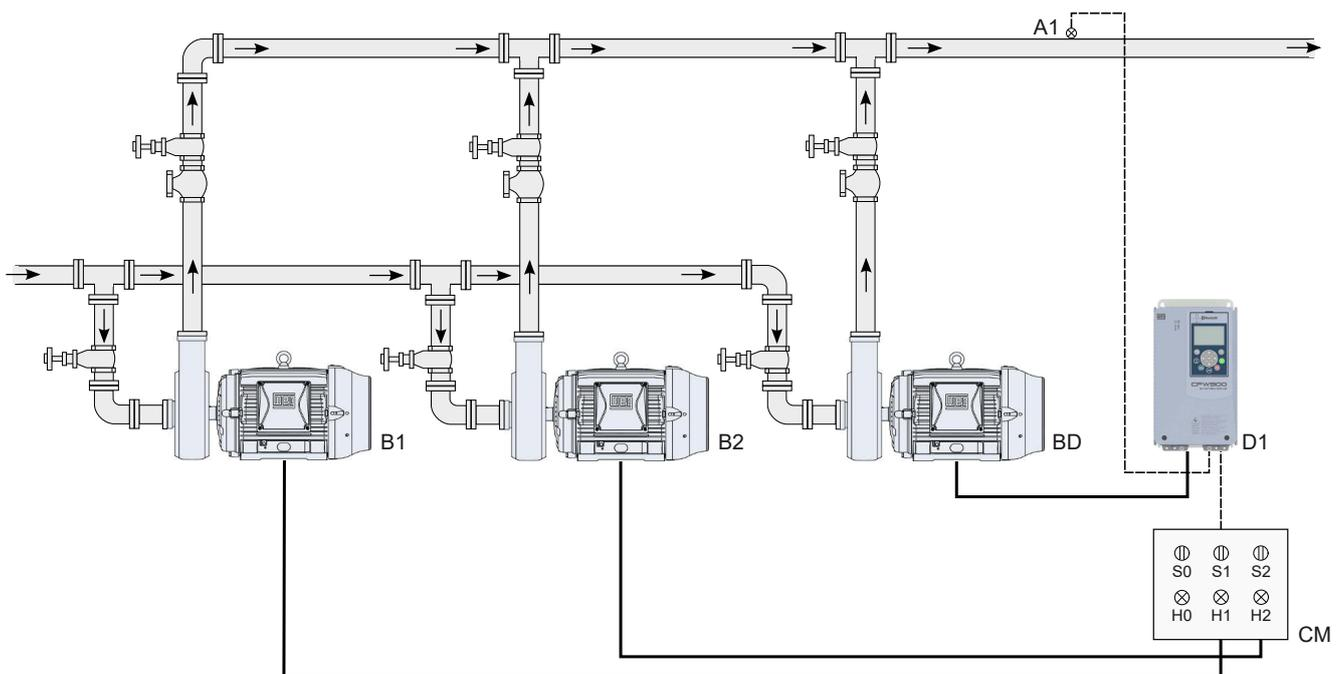
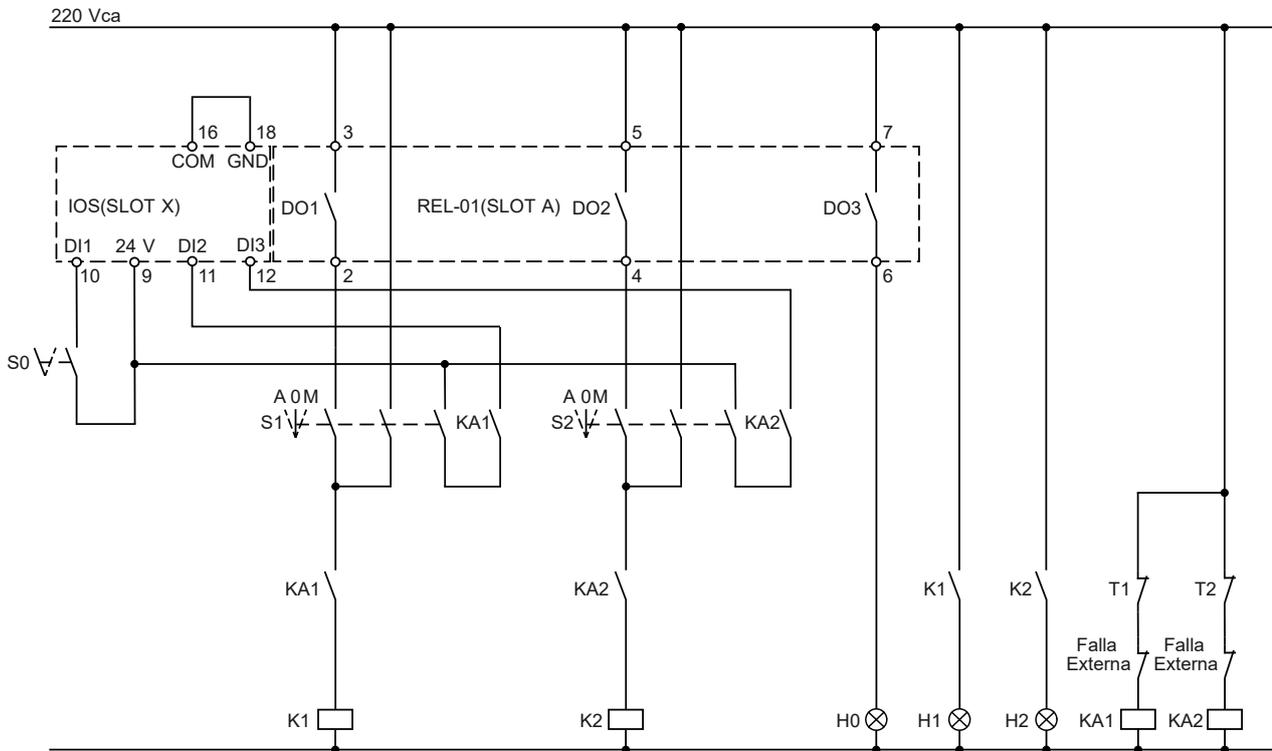

Figura 3.11: Aplicación Pump Genius Multipump con control fijo y setpoint (consigna) del control vía HMI
Figura 3.14: Diagrama funcional para la aplicación Pump Genius Multipump con control fijo y tres bombas en paralelo
La Figura 3.11 en la página 3-12 muestra un accionamiento típico con tres bombas en paralelo y setpoint (consigna) del control vía HMI, siendo básicamente compuesto por:
Las bombas 1 y 2 pueden ser accionadas por contactores (arranque directo o estrella triángulo), arrancadores suaves (softstarter), relés inteligentes, etc. Las señalizaciones H0, H1 y H2 no son necesarias para el funcionamiento del Pump Genius Multipump con control fijo, que se utilizan para indicar la condición de funcionamiento de las bombas en el cuadro de mando (CM). En la Figura 3.11 en la página 3-12, las señalizaciones H1 y H2 vienen de contactos auxiliares de los contactores K1 y K2 que accionan las bombas 1 y 2 como se muestra en la Figura 3.14 en la página 3-16.
La Figura 3.14 en la pagina 3-16 muestra el diagrama funcional de un sistema de bombeo con tres bombas en paralelo con control fijo.